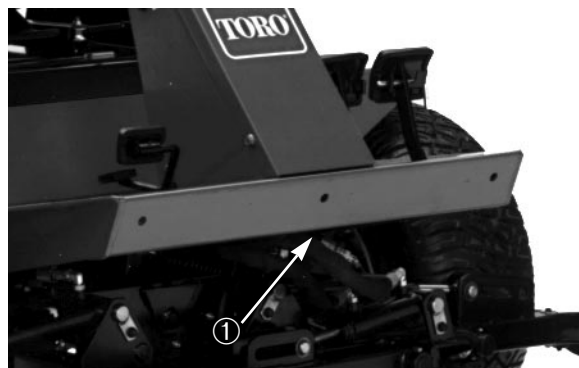

Fig. 20
2. Fastgør en egnet kæde, strop eller kabel midt på den forreste chassisramme (Fig. 20).